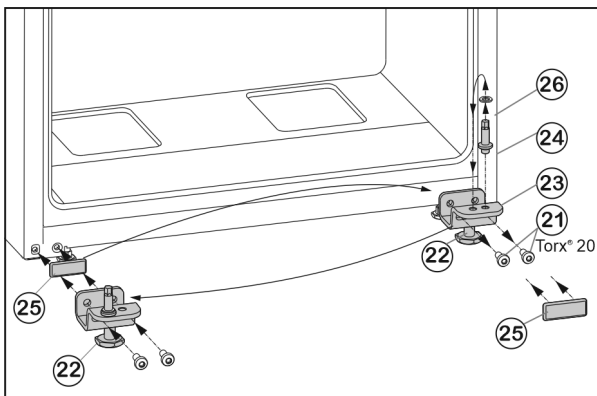

Fig. 7
- ▶ Развийте закрепващите винтове Fig. 7 (21).
- ▶ Свалете долната лагерна опора Fig. 7 (23) заедно с лагерния болт Fig. 7 (24), шайбата Fig. 7 (26) и крака Fig. 7 (22).
- ▶ Развийте лагерния болт Fig. 7 (24) заедно с шайбата Fig. 7 (26), поставете го в срещуположния отвор за лагерната опора и го завийте отново.
- ▶ Внимателно свалете покриващата плоча Fig. 7 (25) и я преместете на срещуположната страна.
- ▶ Отново завийте лагерната опора долу Fig. 7 (23) заедно с лагерния болт Fig. 7 (24), шайбата Fig. 7 (26) и крака Fig. 7 (22) върху новата страна на пантите, евент. с помощта на акумулаторна отвертка (с 4 Nm).
- ▶ Поставете вратата отгоре върху лагерния болт Fig. 7 (24).
- ▶ Развийте крака Fig. 7 (22) на лагерната опора долу Fig. 7 (23), докато опре върху пода.